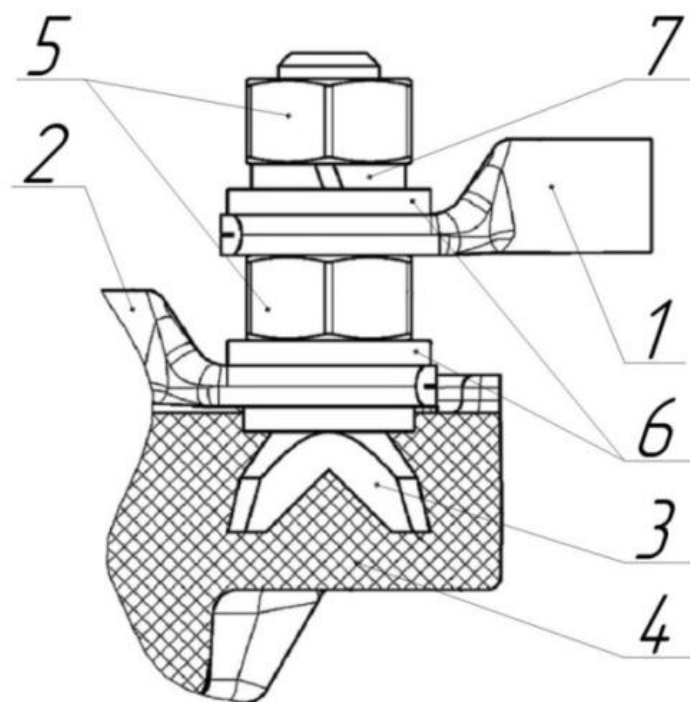

Рис. 2 Схема контактного соединения
- 2) монтажные схемы на рис. 2 – 4, 6;
Последовательность закрепления кабельных наконечников на контактном болте должна соответствовать схеме, представленной на рис. 2.